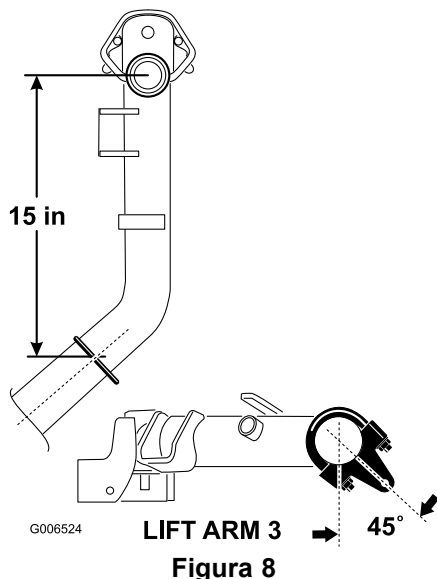

Figura 8
2. En los brazos de elevación 2 y 3, posicione los soportes y los pernos en U a 38 cm por detrás de la línea central del nudo del pivote (Figura 8).